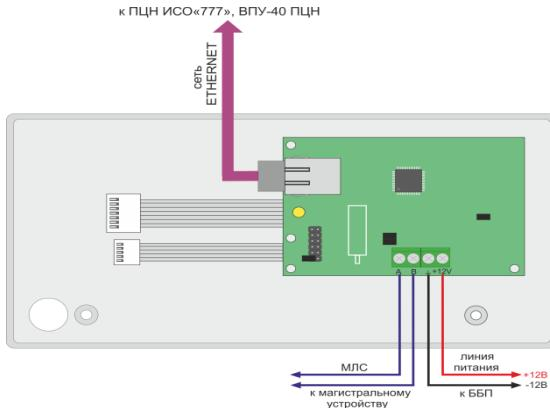

Рис. 3 Схема подключения модуля
5.1 Для подключения к сети Ethernet магистрального оборудования из состава ИСО-777, АСПС (см. рисунок 3).